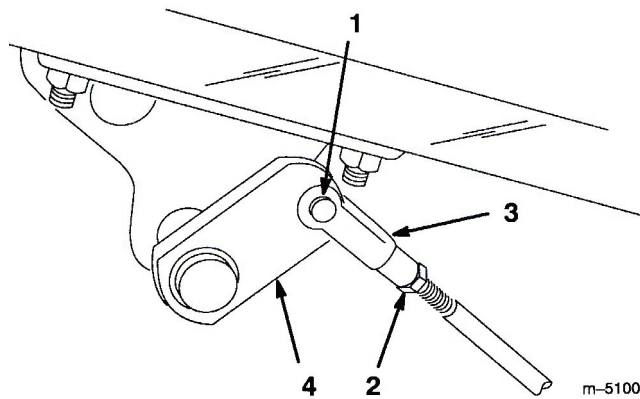

図43
2. ブレーキが片効きであれば、コッター・ピンとクレビス・ピンを外して、ブレーキロッドを外す (図43)。
3. ジャムナットをゆるめ、クレビスを調整する (図43)。
4. クレビスをシャフトに取り付ける (図43)。